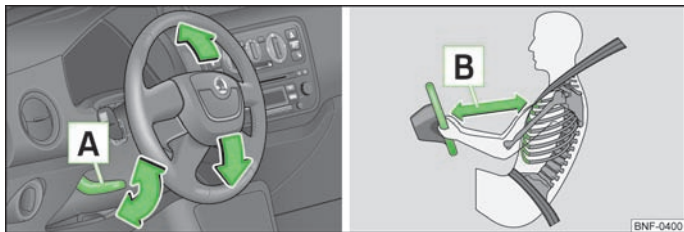

Fig. 60 Volant réglable : Manette sous le volant/distance de sécurité au volant
- Rabattez la manette **A** » fig. 60 sous le volant vers le bas.